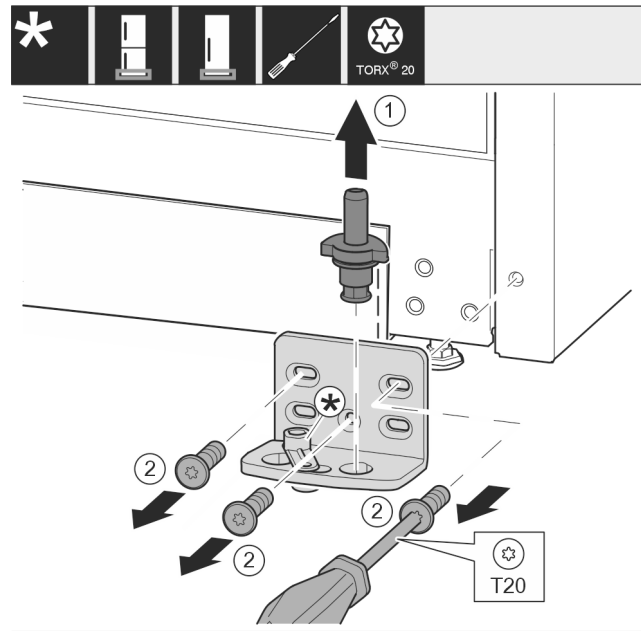

Fig. 13
- ▶ Ložiskový čap vytiahnite úplne nahor. Fig. 13 (1)
- ▶ Skrutky vyskrutkujte skrutkovačom T20 a odnímate ložiskovú konzolu. Fig. 13 (2)